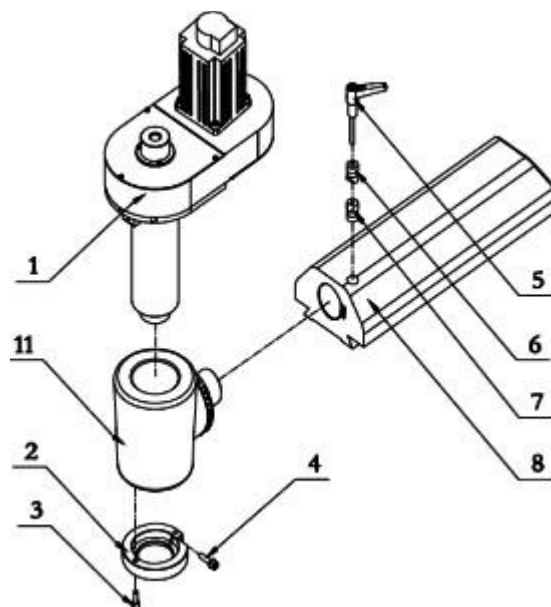

Рис.3
Вставьте в конус шпинделя оправку для горизонтального фрезерования (9) со смонтированными на ней предварительно дисковой фрезой и дистанционными втулками. Придерживайте оправку рукой от провисания. Вставьте в ласточкин хвост консоли (8) серьгу (10) и наденьте на свободный конец оправки (9). Зафиксируйте серьгу (10) на консоли. Для удобства работы можно демонтировать держатель фрезерной головы (11, Рис.3)